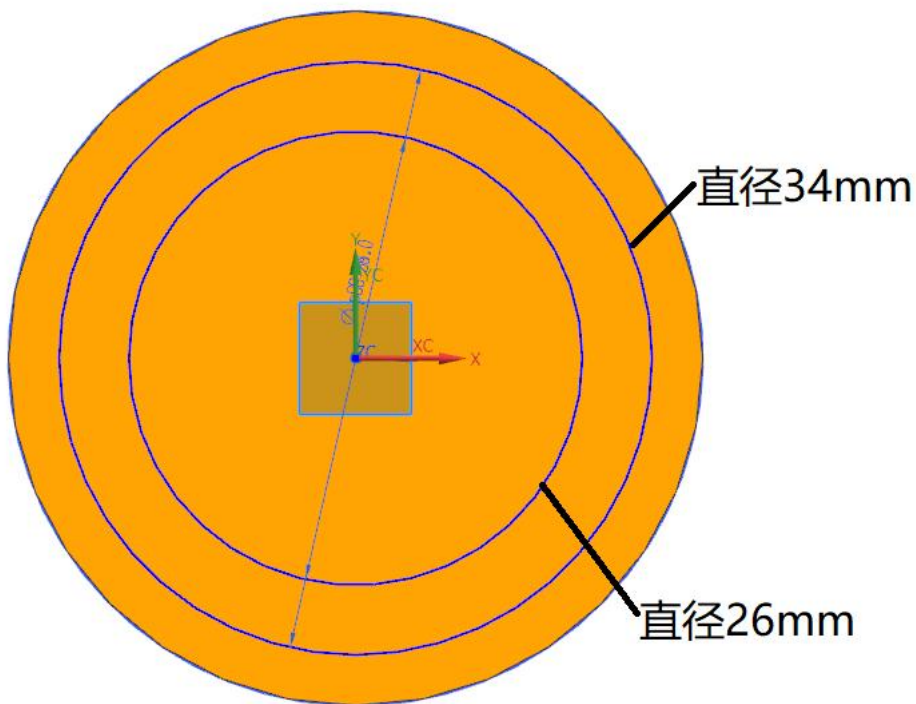

图 9-22 草图构建
(3) 锥孔绘制，先将镜像后的尾顶与 9-21 拉伸的圆柱合并，再构建锥孔，草图如图 9-22 所示。